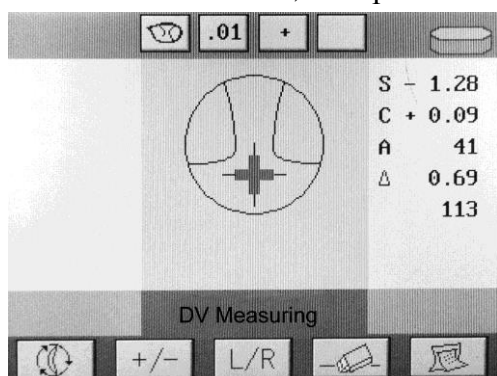

рис.23
3. Переместите линзу согласно экрану, двигая "O" к центру. Затем "O" сменится на "+", измерение закончится. (рис.23)